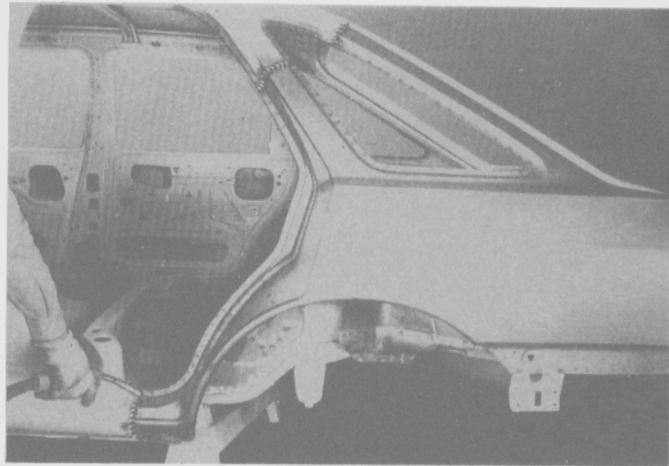

Fig. 215
- Soldar con metal en atmósfera de gas inerte (MIG) la junta del panel exterior con el pilar "C" y el zócalo (Fig. 215).